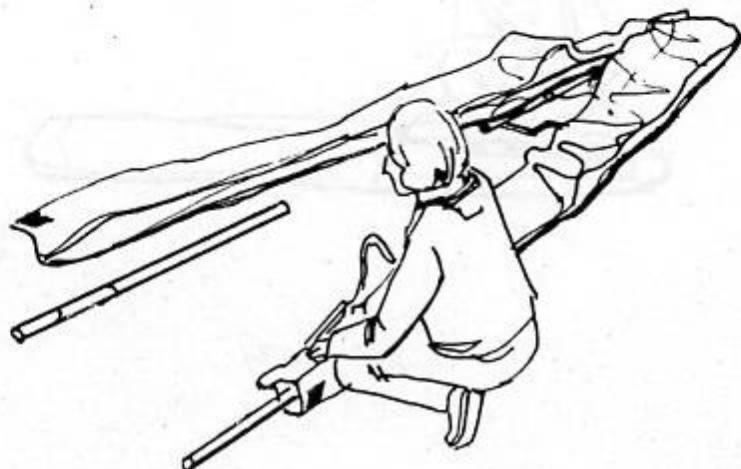

Fig. 5.2.1.
3. Detach the consoles (Fig. 5.2.1).